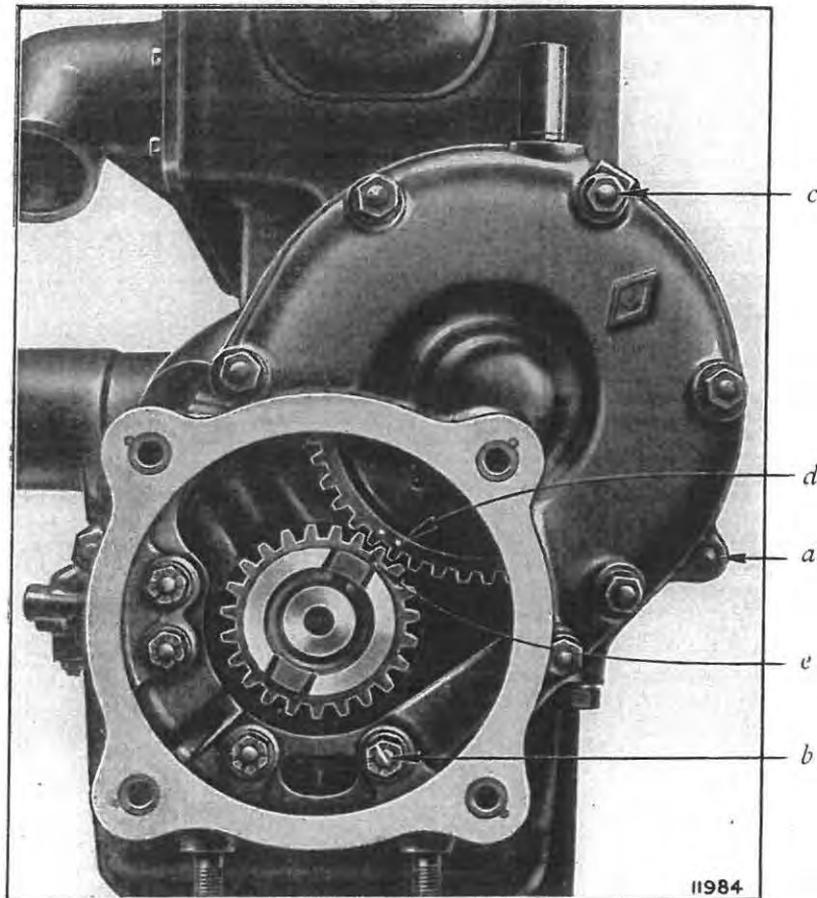

Fig. 33. — Remontage de la boîte de distribution.
12. Remonter la boîte de distribution (*Fig. 33*).